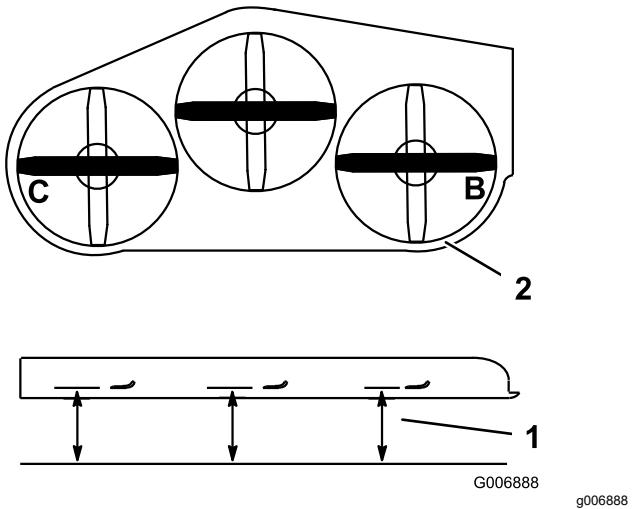

Рисунок 87
- Измерьте высоту в точках **B** и **C** от горизонтальной поверхности до режущих кромок на концах ножей (Рисунок 87).